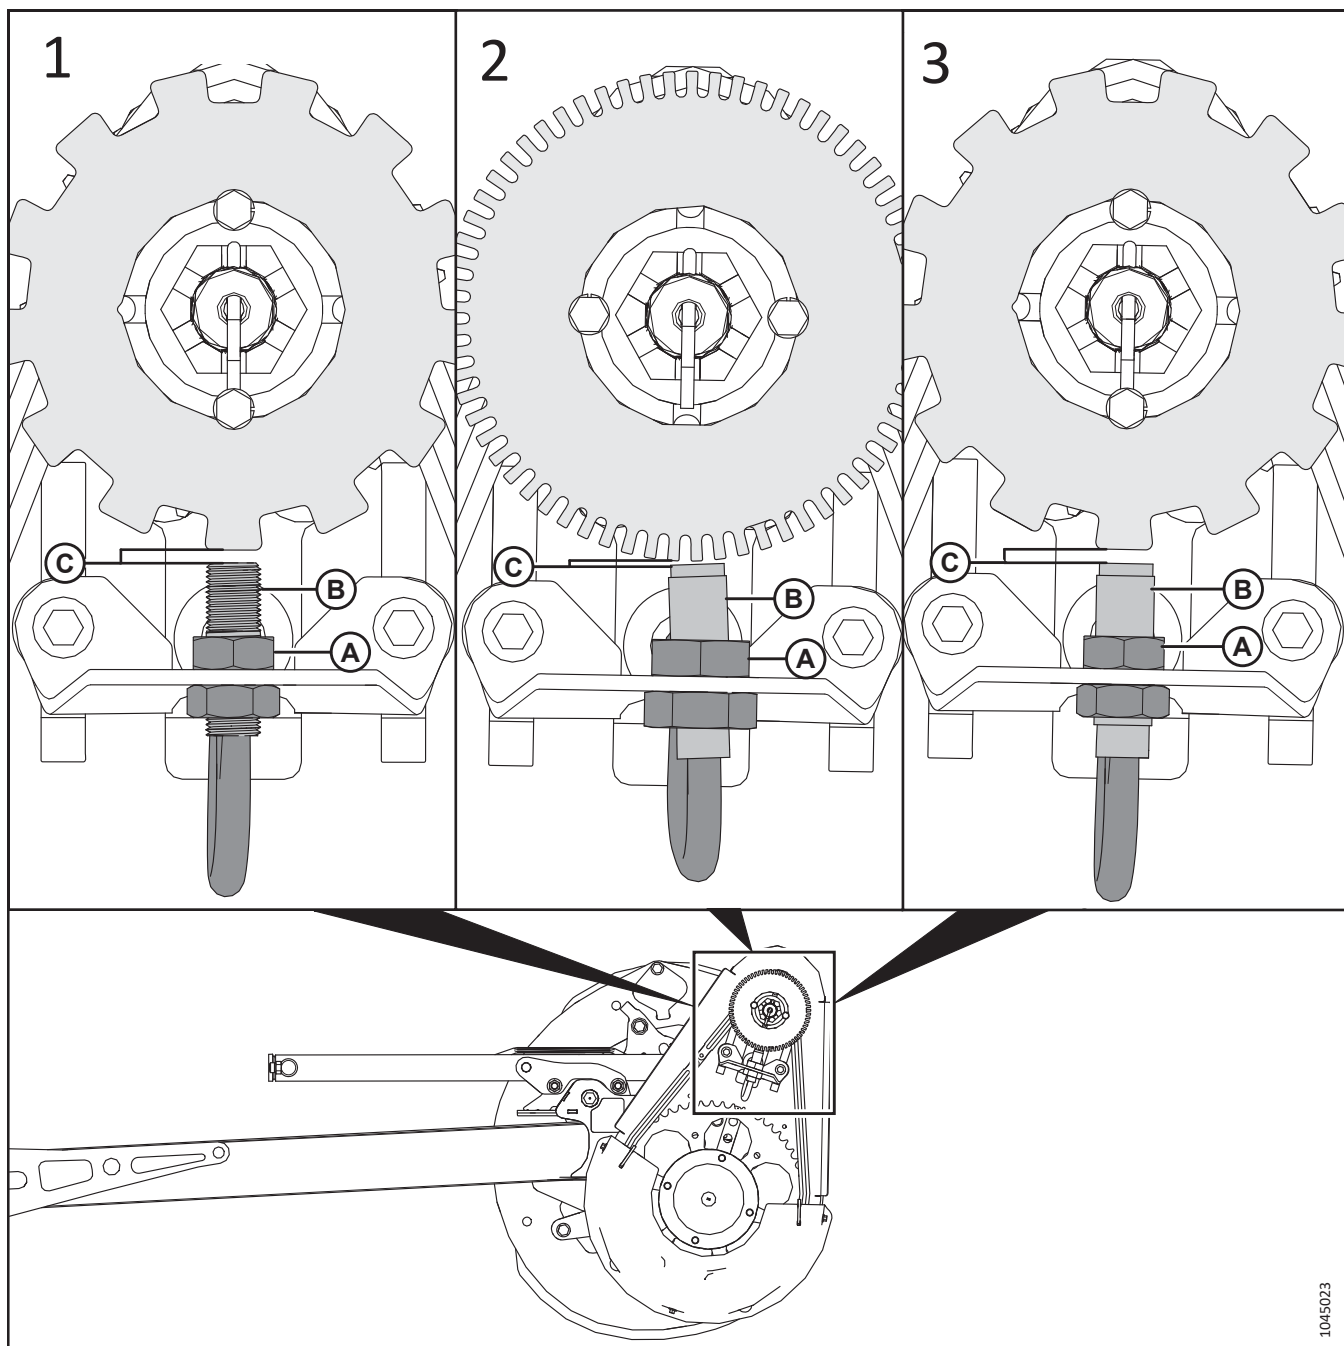

Figura 4.335: Configurațiile senzorului de turație al rabatorului și a discului
6. Scoateți piulița superioară din noul senzor și poziționați noul senzor (B) pe suport. Fixați cu piulița superioară (A).
7. Utilizați Tabelul 4.4, pagina 774 și Figura 4.335, pagina 775 pentru a determina tipul senzorului pentru combină și reglați piulițele senzorului pentru a seta interstițiul (C) la următoarea specificație: